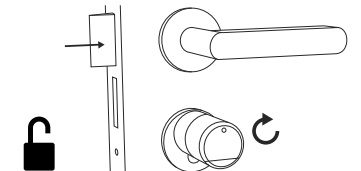
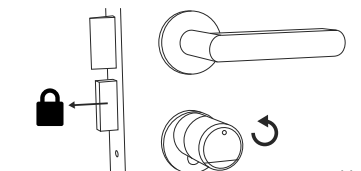

Abb. 5
Abb. 6
- 3 Wenn die eingegebene Zahlenkombination korrekt ist, leuchtet das Zylinderstatus-Symbol (⊙) und die Tür kann aufgeschlossen (Abb. 5) oder abgeschlossen werden (Abb. 6).